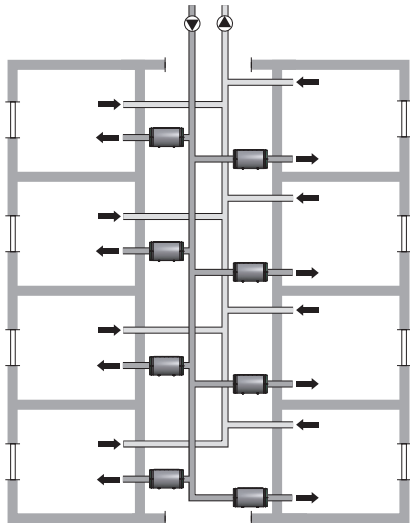

Fig. 2
3. Anslutningskanalerna ska inte monteras direkt mot varandra eller med T-rör. Anslutningar utföres enligt Fig. 2.